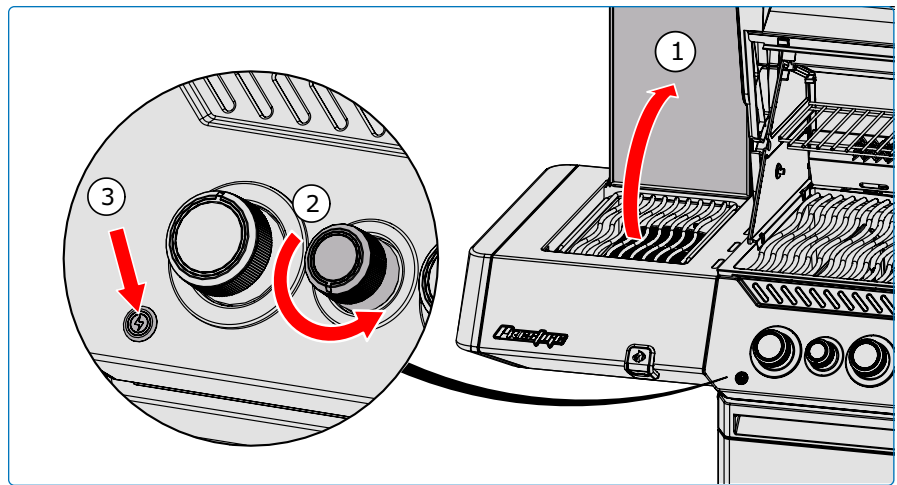

Fig. 7
4. Si el quemador no se enciende en 5 segundos, gire la perilla de control del quemador en sentido a las agujas del reloj a la posición APAGADO. Espera 5 minutos. Repita los pasos 2 y 3. **(Fig. 7).**